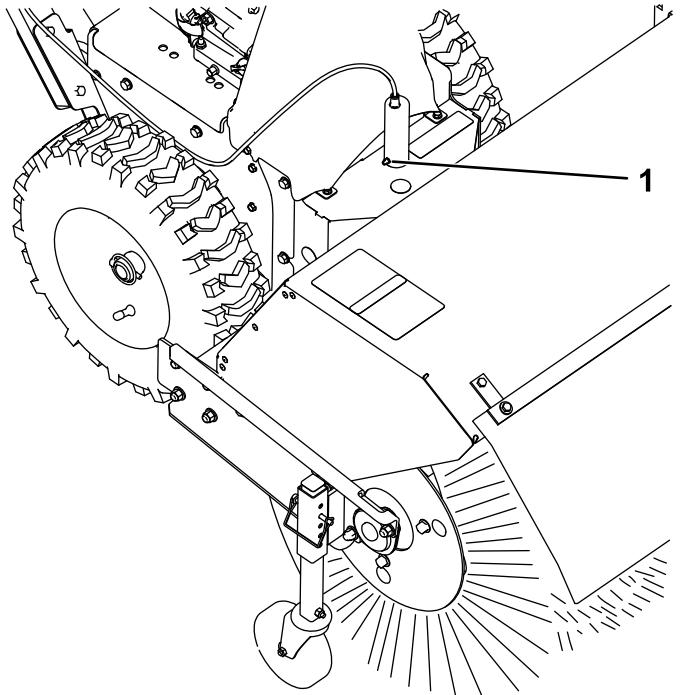

Figura 23
1. Lubrique el acoplamiento del pasador de bloqueo del ángulo del cepillo con grasa de litio Nº 2 (Figura 23).